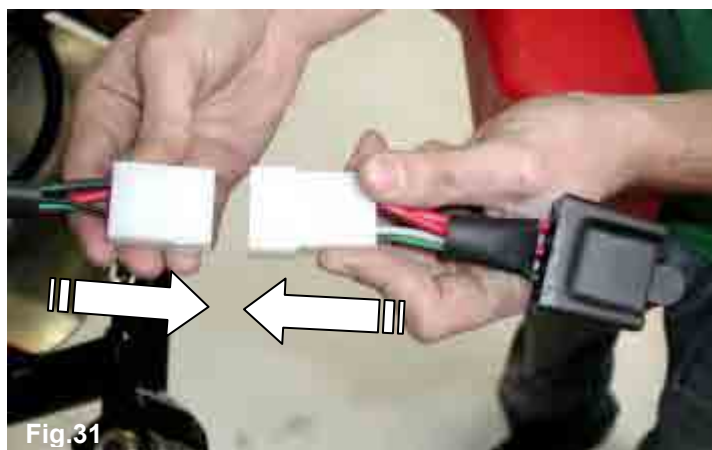

Fig.31
**2.9.11** CONNECT THE STARTER RELAY TO THE 4 POLES CONNECTOR ON THE HARNESS (SEE FIG.31).